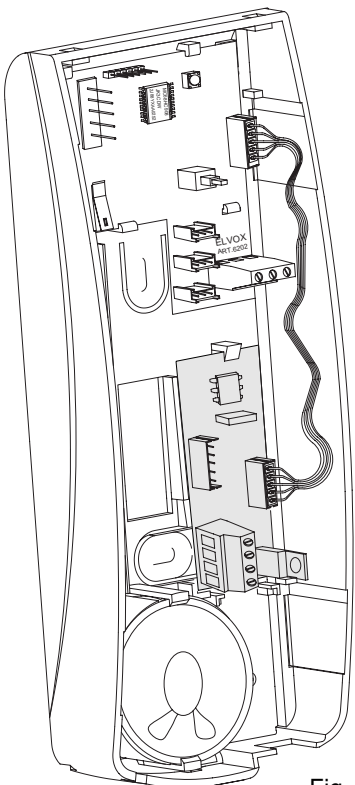

Fig. 4
- Insert the connection card provided with monitor type 6002 inside the interphone (see fig. 4) and connect the card to the interphone by using connectors CN1 (card) and CN2 (interphone).
- Insérer à l'intérieur du poste d'appartement la carte de connection fournie avec le moniteur Art. 6002 (voir Fig. 4) et raccorder la carte au poste d'appartement au moyen des connecteurs CN1 (carte) et CN2 (poste d'appartement).
- Insertar en el interior del interfono la ficha de conexión provista con el monitor Art. 6002 (ver Fig. 4) y conectar la ficha al interfono por medio de los conectores CN1 (ficha) y CN2 (interfono).
- Beim Hausteleson die mit dem Monitor Art. 6002 mitgelieferte Anschlusskarte einsetzen (siehe Abb. 4) und durch die Verbinder CN1 (Karte) und CN2 (Hausteleson) die Karte anschließen.
- Inserir no interior do interfone a placa de ligação fornecida com o monitor Art. 6002 (ver Fig. 4) e ligar a placa ao interfone através dos conetores CN1 (placa) e CN2 (interfone).